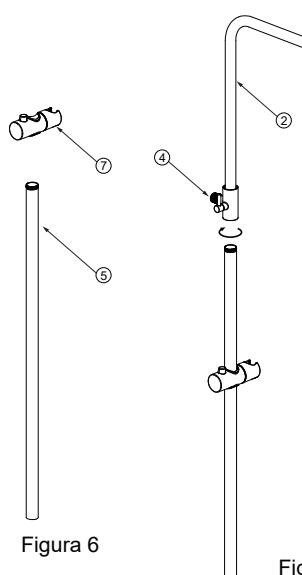

Figura 7
- b) Desbloquee el cierre del conector de la tubería ④ y conecte el tubo del brazo ② al riel elevador y apriételo (Figura 7).